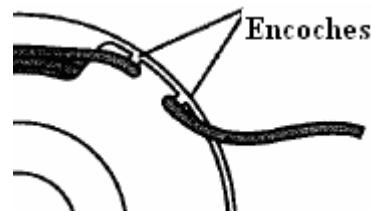

Fig. 24
6. Cincez les bouts des fils dans les encoches de la bobine (Fig. 24)